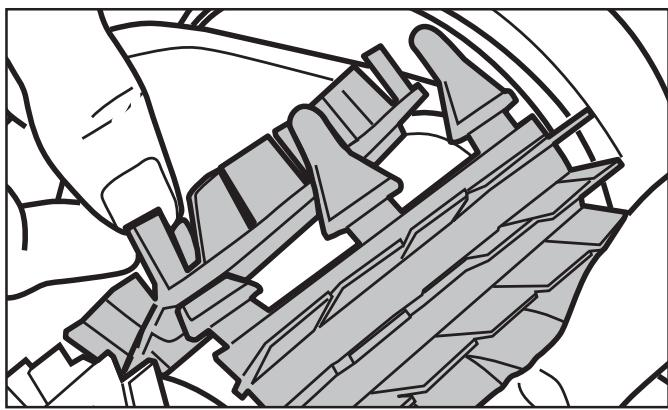

Figura 27. Tire de las trabillas a través de cada ranura
- Enganche cada trabilla en la ranura provista e insértela suavemente hasta que la base salga del otro lado de la ranura (vea la figura 27).